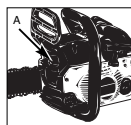

Fig. 20A
1. Îndepărtați cele 2 șuruburi (A) și scoateți amortizorul de zgomot (fig. 20A).